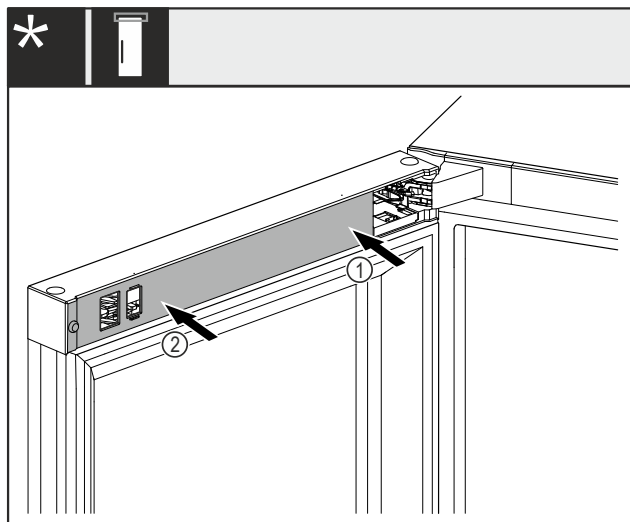

Fig. 48 *
- ▶ Remettre en place et enclencher le cache Fig. 48 (1) en commençant par le côté support de palier.*
- ▶ Mettre ensuite en place et enclencher le cache Fig. 48 (2) côté extérieur.*